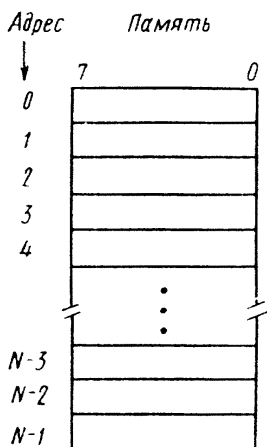

рис. 6
**Логическая и физическая память.** Программы и данные, к которым МП имеет непосредственный доступ, хранятся в основной (или оперативной) памяти. Различают логическую и физическую основную память. Логическая память (к ней обращается МП) организована в последовательность из  $N$  байт, образующих пространство логической памяти. Байты нумеруют от 0 до  $N-1$ , и порядковый номер байта называется его адресом (рис.6). Для обращения к любому байту нужно указать его адрес. Длина адреса  $m$  связана с числом  $N$  байт (емкостью памяти) соотношением: